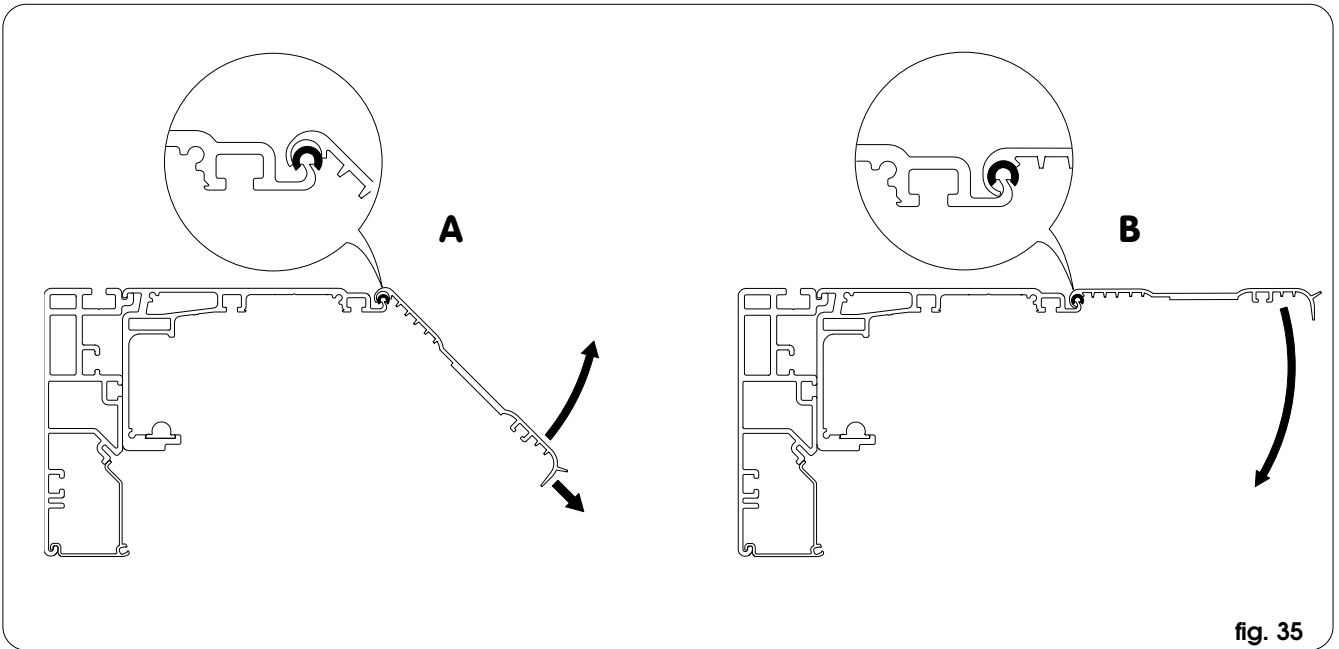

fig. 35
- Apoye el cárter sobre los distanciadores, y tirando el mismo como se muestra en la fig. 35 ref. A, gírelo hacia arriba hasta engancharlo correctamente (fig. 35 ref. B) y seguidamente ciérrelo de nuevo.